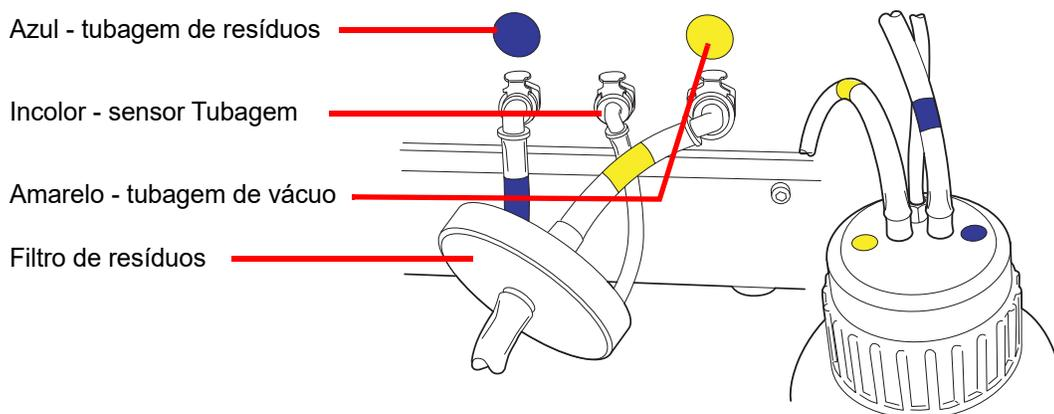

Figura 8-13 Ligações das tubagens da garrafa de resíduos
3. Localize as três ligações da garrafa de resíduos, na parte de trás do processador ThinPrep 5000. Consulte a Figura 8-13. Certifique-se de que os botões dos conectores estão na posição para baixo/para dentro.